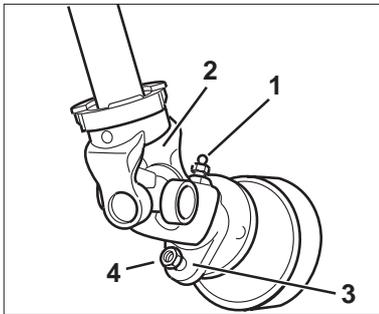

Fig. 5.4a
- Desserrez le graisseur (fig. 5.4a/1) et introduire la transmission (fig. 5.4a/2).
- Fixez la mâchoire à oreille (fig. 5.4a/3) à l'aide du boulon de cisaillement (fig. 5.4a/4).
- Resserrez le graisseur (fig. 5.4a/1).